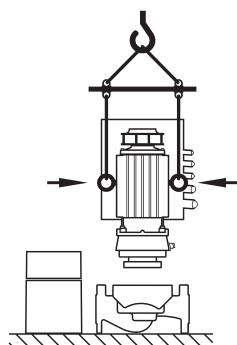

Fig. 25: Siseosakomplekti teisaldamine
- Kui tõsteasad eemaldatakse mootori äärikult ja paigaldatakse mootori korpusele, siis tohib neid kasutada ainult siseosakomplekti kandmiseks või teisaldamiseks (Fig. 25), mitte aga kogu pumba teisaldamiseks või siseosakomplekti lahutamiseks pumbakorpuselt (jälgige vahehoidikute eemaldamist ja nende hilisemat paigaldust).